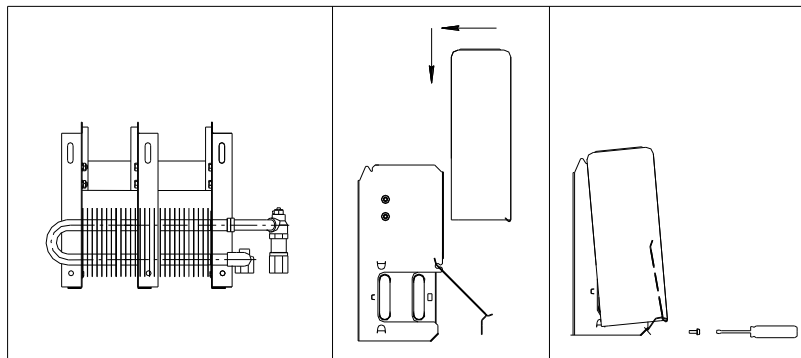

Рис. 5
Разметить на стене по кронштейнам изделия места крепления (см. рис.5).
- 5.6. Навесить кожух на кронштейны, завести нижний край отсечной планки за загиб кожуха снизу. Прижать отсечную планку к кронштейнам. Зафиксировать кожух с прижимной планкой винтами рис.5.